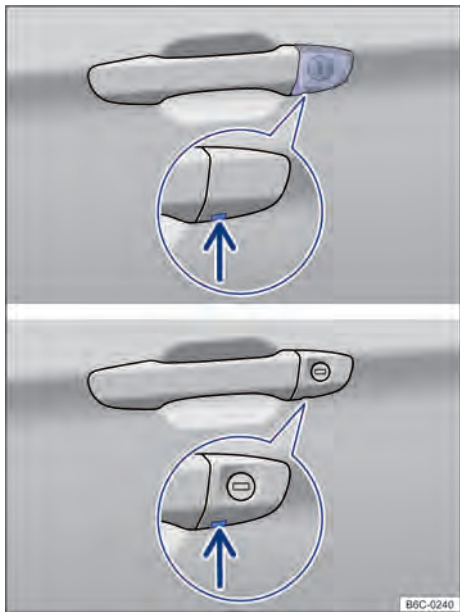

Fig. 50 Manilla de la puerta del conductor: bombín de la cerradura.
- Introducir el paletón de llave por abajo en la apertura de la caperuza → fig. 50 (flecha).